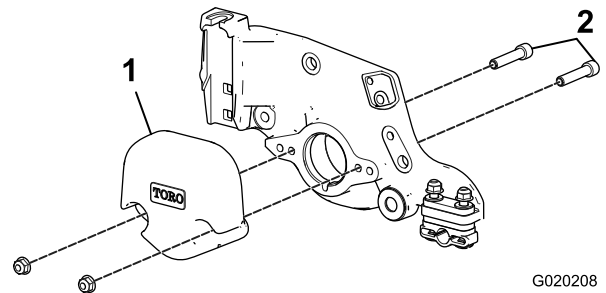

Figure 5
7. Retirez les 2 écrous et boulons qui fixent le contrepoids à la plaque latérale. Déposez le contrepoids et les boulons de la plaque latérale (Figure 5).